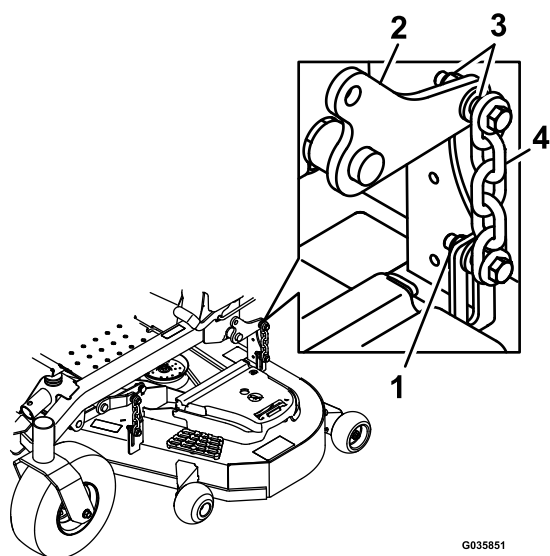

Figura 102
16. Desserrez les contre-écrous (Figura 102) aux quatre coins de sorte que le tablier repose solidement sur les 4 cales.